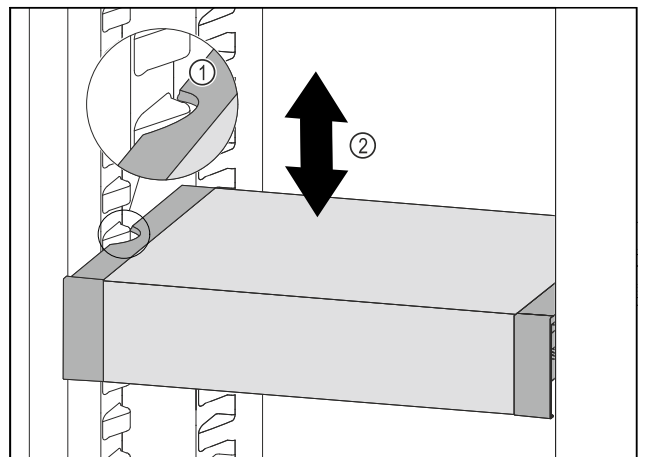

Fig. 133
- VarioSafe vucite prema naprijed sve dok se bočni otvori VarioSafe ladice ne nađu na visini žlijeba spremnika u hladnjaku. Fig. 133 (1)
- Pomičite ladicu VarioSafe u hladnjaku prema gore ili dolje sve dok ne dosegnete željenu visinu. Fig. 133 (2)